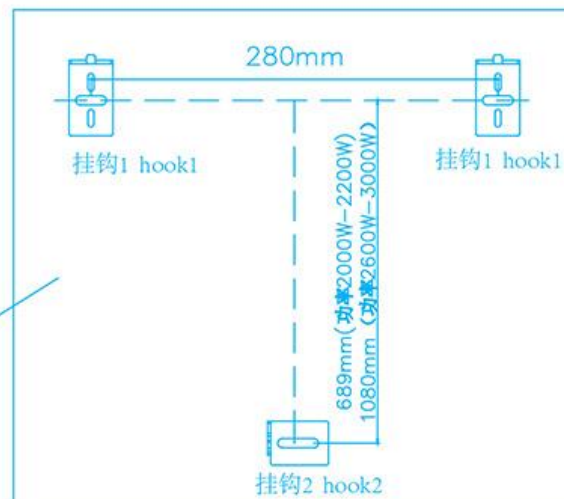

图1 Fig1
- 2、从附件袋中取出挂钩1（2个）、挂钩2（1个）和爆炸螺丝（3个），按图中所给出的中心距水平地将挂钩固定在墙上，如图1；
- 2、 Remove the hook 1 (2pcs)、hook2(1pcs)and xploding screws (3pcs) from the accessory bag, fix the hooks horizontally to the wall according to the center given in the figure (Fig1);